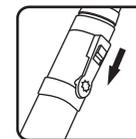

Figura. 1
- Encienda o apague el dispositivo desplazando el interruptor hacia arriba o hacia abajo como indica la figura 1.